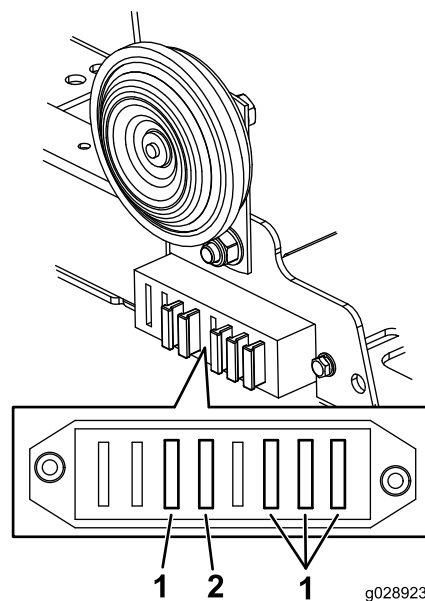

Figura 6
1. Instale los fusibles (10 A y 15 A) por debajo del claxon, tal y como se muestra en la Figura 6.